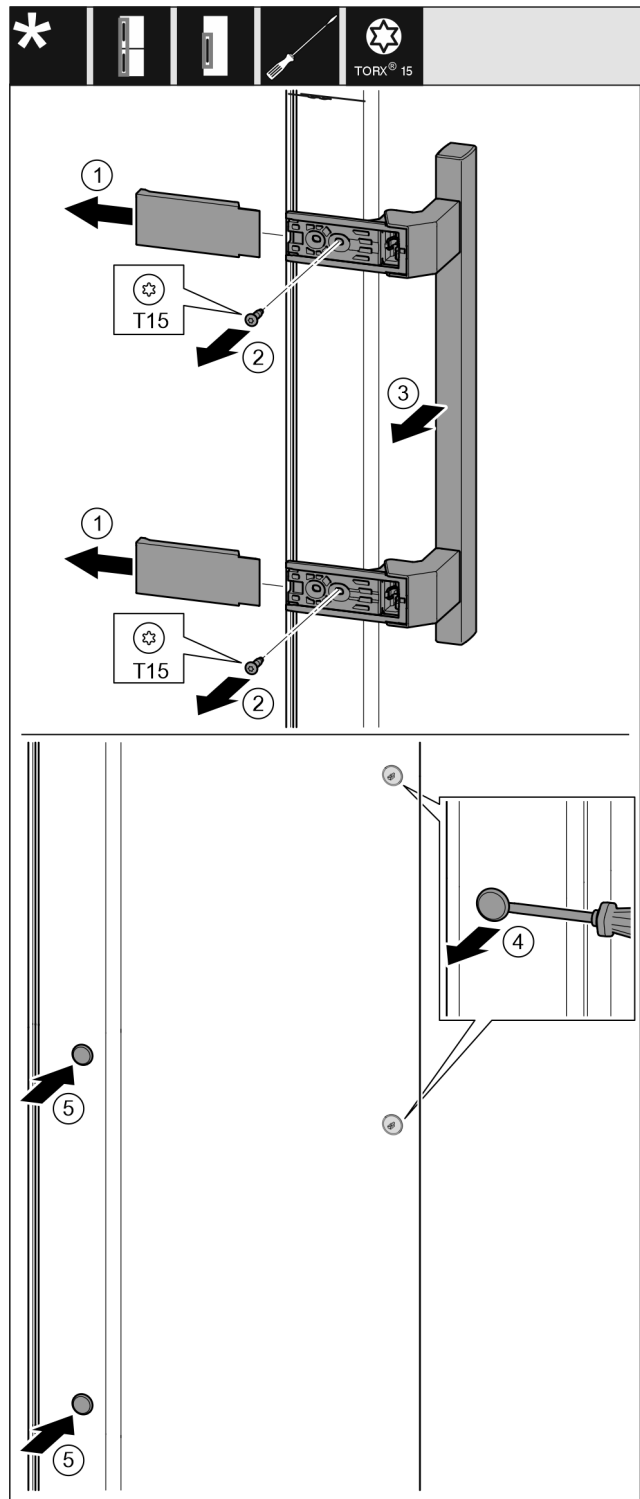

Fig. 11
- Húzza le a fedelet. Fig. 11 (1)
- Csavarja ki a csavarokat a Torx 15 csavarhúzóval. Fig. 11 (2)
- Vegye le a fogantyút. Fig. 11 (3)
- Óvatosan emelje meg az oldalsó dugókat egy lapos csavarhúzóval, és húzza ki őket. Fig. 11 (4)
- Helyezze be a dugókat a másik oldalon. Fig. 11 (5)